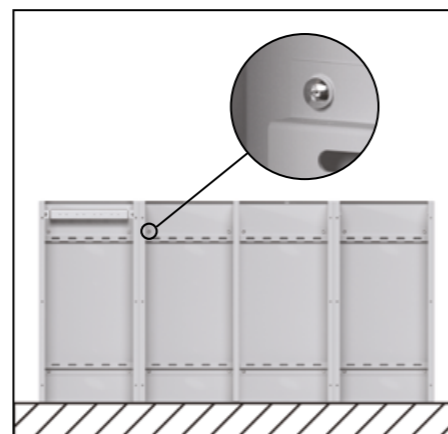

Рис. 56
2.3. Установить на полу нижний модуль СБ [2] в месте вертикальной прокладки кабельной линии, прислонить его к стене и прикрепить при помощи дюбелей (рис. 56).
3.3. Прикрепить центральный модуль СБ [3] к стене при помощи дюбелей аналогично п. 2.3 на стр. 43 (рис. 56).
4.4. Прикрепить верхний модуль СБ [1] к стене при помощи дюбелей, как описано в п. 2.3 на стр. 43 (рис. 56).